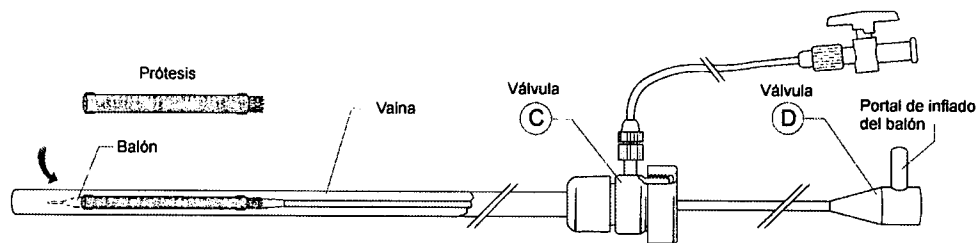

FIGURA -5-
- Abra la llave a rosca de la válvula "C" que libera el empujador (ver FIGURA -5-).
- Sosteniendo en posición el empujador, deslice hacia atrás la vaina del introductor hasta que la válvula "C" haga tope contra la válvula "D", liberando la prótesis (ver FIGURA -5-).